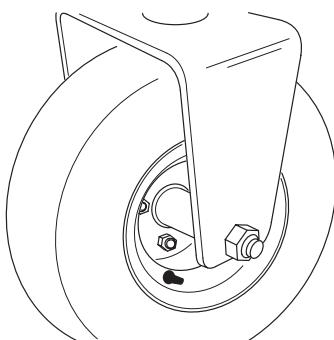

Figure 5
- Disposez la courbe de la tête de boulon sous le bord inférieur de la chape pivotante. Posez et serrez le contre-écrou de fixation de la roue dans la chape (Fig. 5).